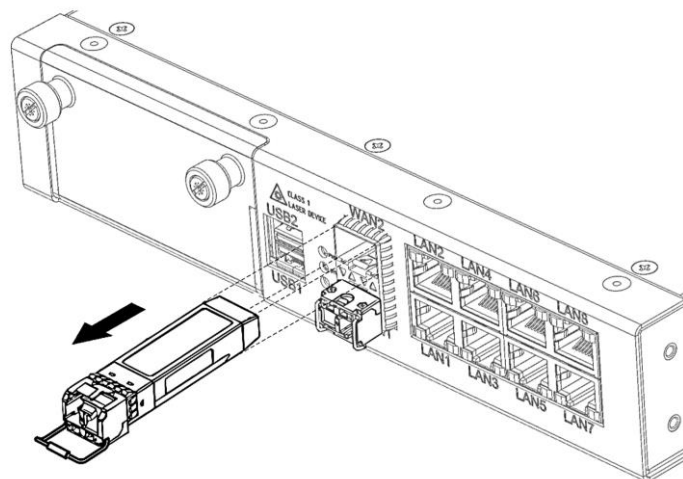

Рисунок 43 – Извлечение SFP-трансивера из слота
- извлеките трансивер из слота (Рисунок 43).